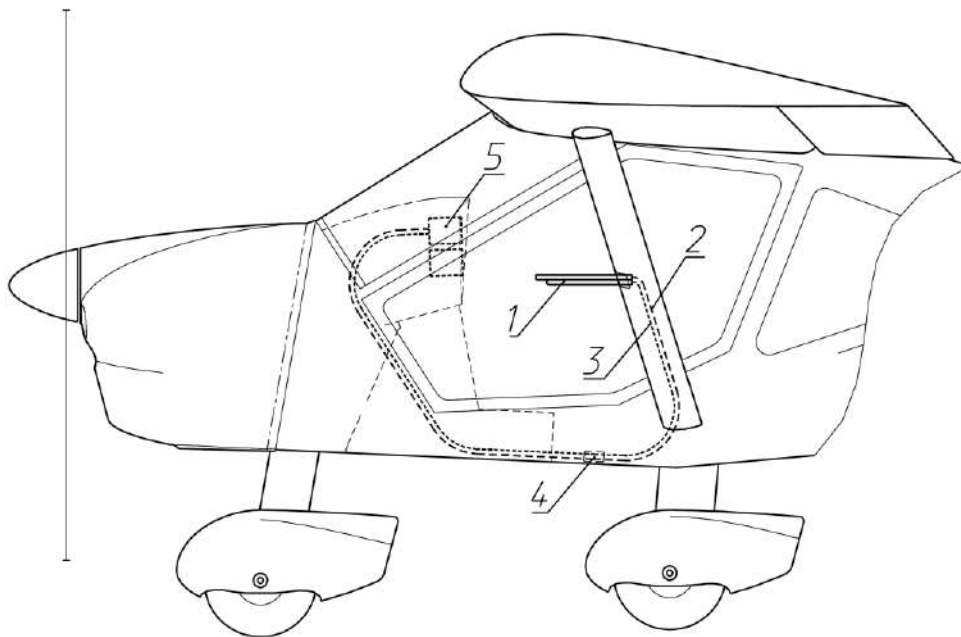

Fig.9 : Système pression Statique et Totale
Le système de chauffage cockpit du A32 est constitué d'une écope à air (où sont installés les radiateurs d'eau et d'huile), de deux conduits d'air chaud, de deux volets d'air chaud reliés mécaniquement à la commande d'air et de son actionneur. Le levier de commande de l'actionneur (n° 5 sur la figure 9) se trouve dans le coin supérieur gauche du tableau de bord inférieur.
Le système de pression totale et statique (voir figure 9) fournit la pression totale (dynamique) et statique de l'air extérieure aux instruments mesurant les paramètres de vol : vitesse, taux de montée et altitude. Le système se compose de la sonde Pitot (1) et des durites totales (2) et statiques (3) reliant la sonde de Pitot aux instruments.